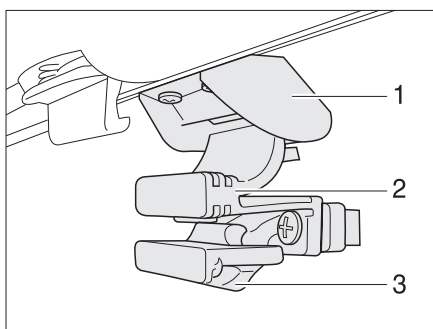

Fig. 40 Fenêtre dans la porte de cellule
- Pousser la sécurité (Fig. 40,3) vers le bas.
- Presser la poignée (Fig. 40,2) et faire glisser la fenêtre vers le bas.
- Faire glisser la fenêtre vers le haut jusqu'à ce que la poignée (Fig. 40,2) se verrouille dans le verrouillage (Fig. 40,1).